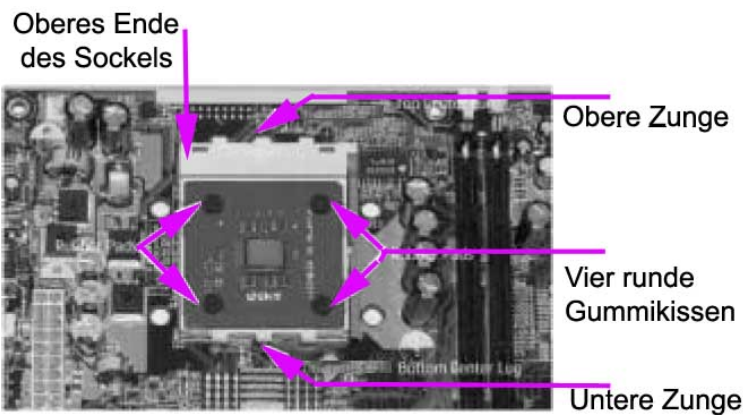
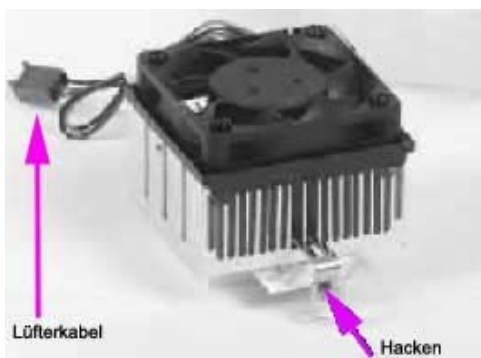
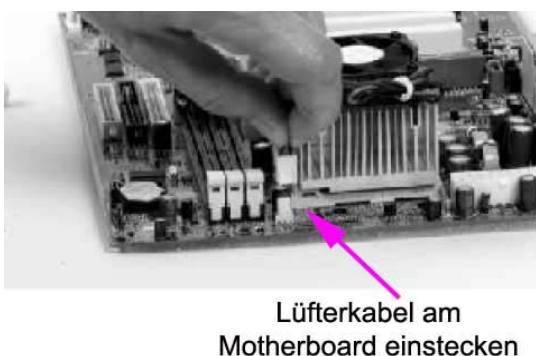

Abbildung 69: Fertig installierte CPU [58]
Abbildung 70: Beschreibung des Kühlers [59]
Abbildung 74: Anstecken des Lüfter-Strom-Kabels am Motherboard [63]
6. **Montage des Kühlers:** Abbildung 69 zeigt den installierten Prozessor. Des Weiteren sind die vier Gummikissen am Prozessor-Rücken zu beachten. Diese sind für die korrekte Anbringung des Kühlkörpers unbedingt erforderlich. An der oberen und unteren Zunge wird der Kühlkörper später befestigt bzw. eingehackt. Auf Abbildung 69 wird nochmals auf das „obere Ende des Sockels“ hingewiesen um die Orientierung zu erleichtern. Abbildung 70 zeigt einen Kühlkörper mit Lüfter. Unterm Kühlkörper sind Hacken, diese müssen später in die Zungen am Sockel einhacken. Wichtig ist noch das Lüfterkabel. Es wird später am Motherboard angesteckt.
10. Jetzt wird, siehe Abbildung 74, das Lüfter-Stromkabel am Motherboard angesteckt, siehe Abbildung 74. Der Connector heißt FAN oder C_FAN (=Kühler). Suche die Platzierung im Handbuch des Motherboards. Auf Abbildung 70 sind die Laschen des Kühlsockels eingezeichnet; indem der Kühler einrastet.